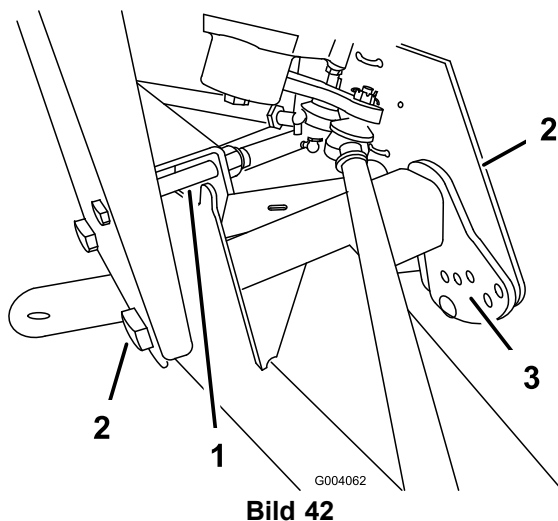

Bild 42
2. Entfernen Sie die Anschlagschraube (Bild 42).
3. Lockern Sie die Zentrierschrauben im vorderen A-Arm (Bild 42).
4. Entfernen Sie die Fahrhöhe-Einstellschraube (Bild 42).
5. Drehen Sie den vorderen A-Arm in die gewünschte Stellung (siehe die nachstehenden Hinweise) und schrauben die Fahrhöhe-Einstellschraube wieder ein (Bild 42).
7. Ersetzen Sie die Anschlagschraube (Bild 42).